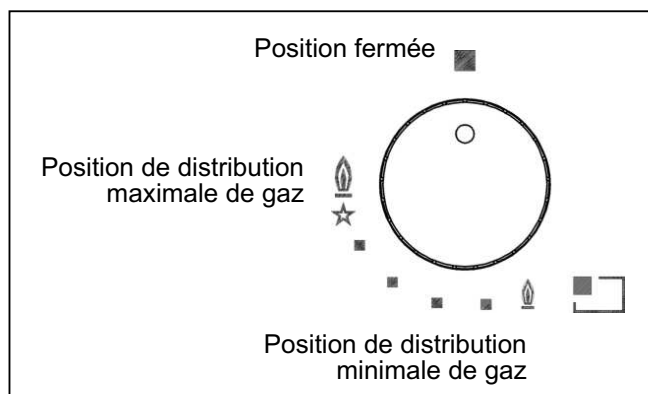

FIG. 1
Enfoncer et tourner dans le sens inverse des aiguilles d'une montre le bouton correspondant au brûleur à utiliser, l'amener sur la position Maximum (grande flamme fig. 1) puis enfoncer le bouton à fond.
Avec les brûleurs dotés d'un thermocouple de sécurité, il faut tourner dans le sens inverse des aiguilles d'une montre le bouton correspondant au brûleur à utiliser, l'amener sur la position Maximum (grande flamme fig. 1) jusqu'à entendre un léger dé clic puis enfoncer le bouton et répéter les opérations indiquées précédemment.
- Lorsque l'ébullition a été atteinte, amener le bouton sur la position Minimum (petite flamme fig. 1).
- **on ne peut procéder à l'allumage des brûleurs dotés d'un thermocouple de sécurité que lorsque le bouton est sur la position Maximum (grande flamme fig. 1).**